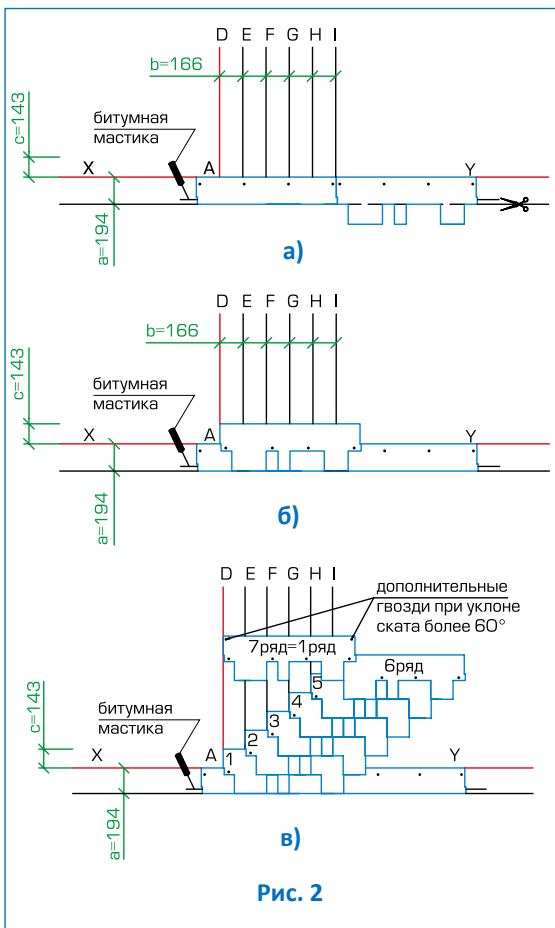

Рис. 2
Укладка материала (рис. 2)
- Начальный ряд формируется из листов черепицы АЛЬПИН с обрезанными лепестками. Полученные таким образом полосы шириной 19,4 см укладываются по линии карниза в обе стороны от линии I (рис. 2а) и фиксируются по нижнему краю битумной мастикой, а по верхней кромке 4 гвоздями (ось гвоздей на 5 см ниже верхнего края полосы);
- далее первый ряд черепицы укладывается от линии AD (рис. 2б);
- второй ряд укладывается от линии E (со смещением 16,6 см от AD) (рис. 2в);
Каждый лист гибкой черепицы АЛЬПИН крепится 4 гвоздями таким образом, чтобы гвоздь прошивал и верхний край нижележащего листа черепицы (рис. 2в).